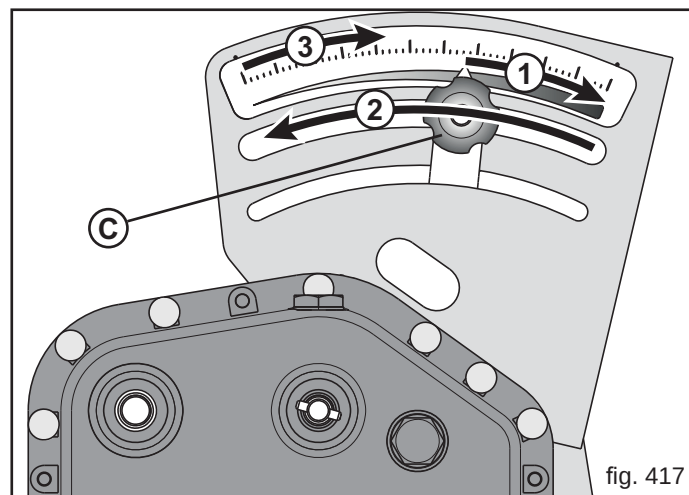

fig. 417
- 5) Allentare la vite di fissaggio posta sulla regolazione del cambio (C, Fig. 417), quindi portare la leva a fondo scala «50» (1), riportarla a «0» (zero) (2) poi posizionarla in corrispondenza del valore individuato (3) (in base alla quantità di prodotto da distribuire), agendo sul pomello di regolazione. Fissare nuovamente la vite di fissaggio della regolazione del cambio.